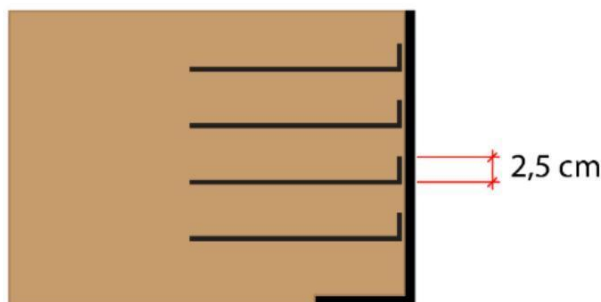

Figura 3 - Desenho esquemático do comprimento recomendado de colagem das tiras.
- O comprimento **recomendado** de colagem das tiras de papel no paramento é de 2,5 cm, como ilustrado na Figura 3;